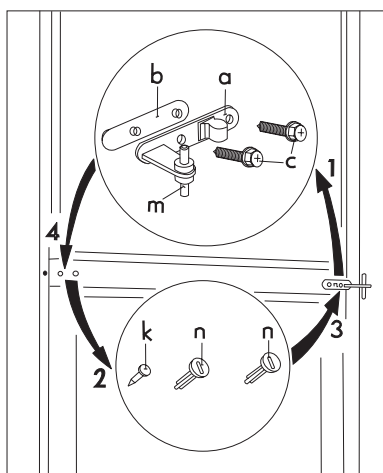

Рис. 3
- Поэтапно снять с корпуса двойной держатель двери (a, b, c). Также не забудьте снять пластиковую распорку (b) под держателем двери (рис. 3).
- Выкрутить левые болты крышки двойного держателя двери (3 штуки, p, k) и переставить их на другую сторону (рис. 3).
- Демонтировать элементы запираения двери (u, v) путем выкручивания винта (s) (рис. 3).
- Вставить болт двойного держателя двери (m) в левое отверстие морозильной камеры (рис. 3).